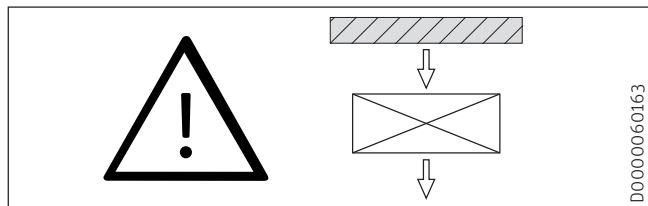

Fig. 3
- La pompe à chaleur est conçue pour être installée devant un mur sur un support ou une console murale – Fig. 3.